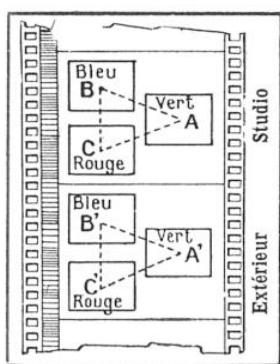

FIG. 11. — SCHÉMA DE FILM OBTENU PAR LE PROCÉDÉ « FRANCITA »
(1) Nous reparlerons bientôt de ce procédé.
Signalons tout d'abord que, dans ce procédé, les trois images sont disposées comme l'indique la figure 11, la piste sonore étant réservée à côté de l'image correspondant à l'écran vert (1). Les trois images réunies occupent sur le film le même emplacement qu'une image cinématographique ordinaire. Elles sont obtenues avec un objectif spécial et doivent être projetées avec un objectif également particulier. Mais, en dehors de ces deux objectifs, on peut utiliser n'importe quel *film (panchromatique), n'importe quel appareil de prise de vues, n'importe quel appareil de projection.*
Tout cela est évidemment fort simple, en principe. Mais, outre la composition de l'objectif de prise de vues, une difficulté surgit : la superposition rigoureuse des images positives bleue, verte et rouge (1), de façon à donner une image virtuelle en couleurs correcte. Pour cela, il est indispensable que le triangle formé par la réunion de trois centres des images reste toujours identique à lui-même (fig. 11). Or, on sait qu'un film est pris toujours avec plusieurs appareils, que certaines parties sont « tournées » à l'extérieur, d'autres en studio. Il faut donc, d'une façon absolue, que les objectifs utilisés donnent exactement ce même triangle. Une simple erreur de 1/100^e de millimètre, grossie 600 fois à la projection, donnerait un décalage de 6 mm, into-
(1) Il va de soi que chaque fois que nous parlerons d'image verte, bleue ou rouge, il faudra entendre celle correspondant à l'écran vert, bleu ou rouge, les images étant toujours sur le film en noir et blanc.